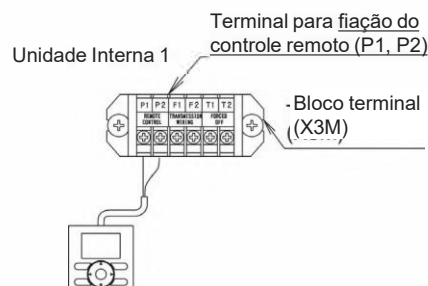

Fig. 26.
- (1) Remova a tampa da caixa de controle.
- (2) Certifique-se de conectar a fiação cruzada entre os terminais (P1, P2) dentro da caixa de controle para o controle remoto. (Não há polaridade.) (Consulte a Fig. 26)